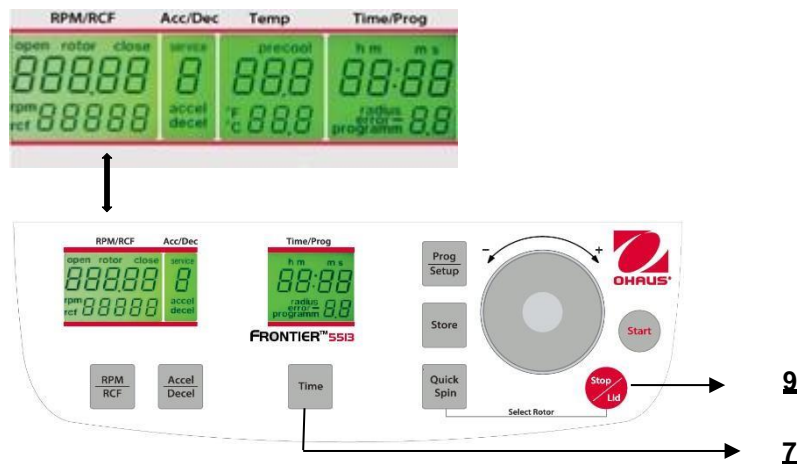

Figura. 28
**Mentre la centrifuga è disconnessa, premere simultaneamente i tasti "Time"(7) e "Stop/Lid" (9) e connettere l'interruttore principale della centrifuga. Adesso, rilasciare entrambi i tasti e - per effetto di ciò - è eseguita una prova del display per circa 5 secondi. Tutti gli indicatori appariranno allo stesso tempo (Vedere figura 28).**